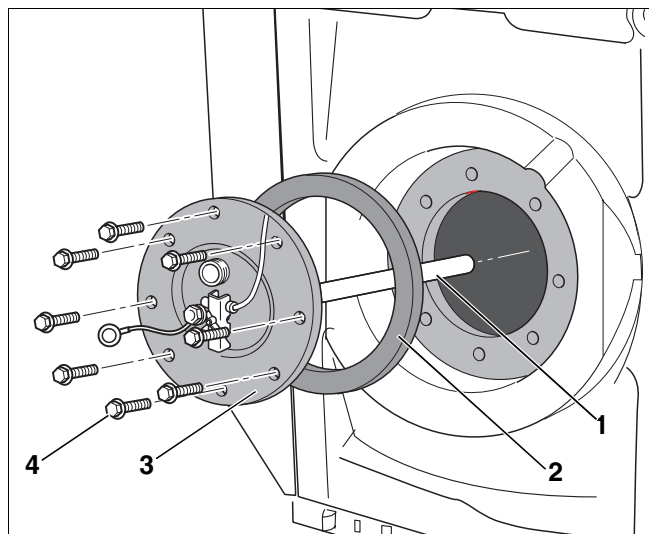

Fig. 15 Démontez le couvercle de la trappe de visite
- Dévisser les vis à tête hexagonale (fig. 15, **pos. 4**) du couvercle de la trappe de visite (fig. 15, **pos. 3**).
- Retirer le couvercle de la trappe de visite avec l'anode au magnésium (fig. 15, **pos. 1**) et le joint (fig. 15, **pos. 2**) du préparateur d'ECS.